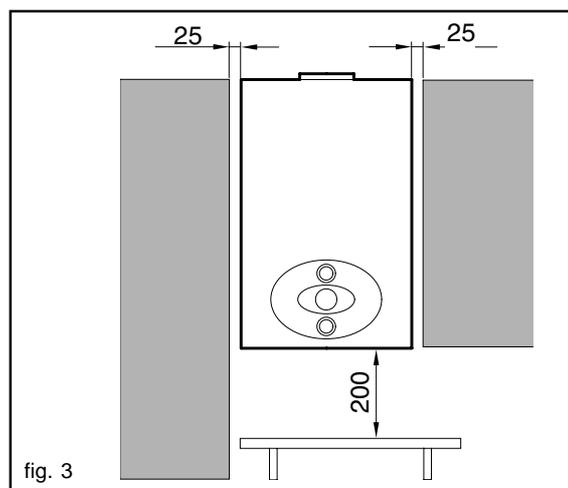

fig. 3
- Para permitir efectuar las operaciones de mantenimiento es indispensable dejar alrededor del aparato las distancias mínimas que se indican en la fig. 3.